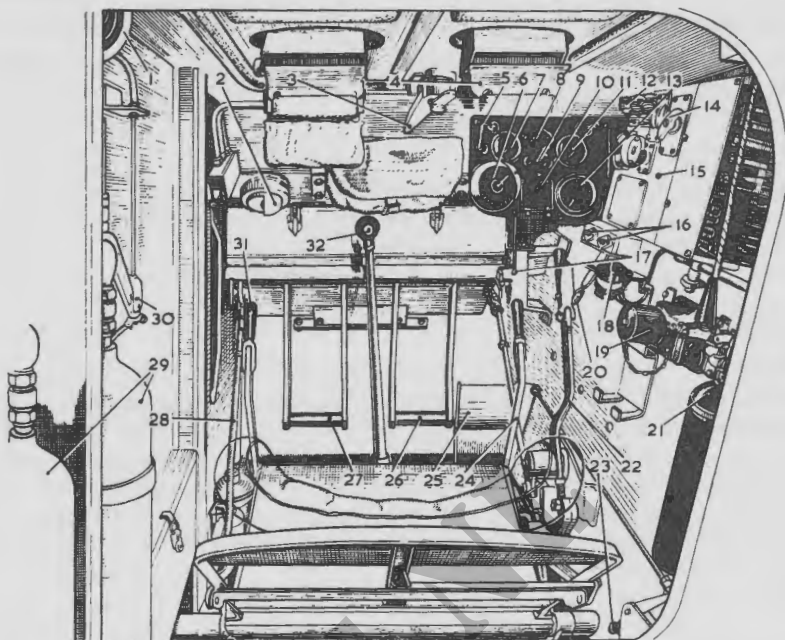

Fig. 27. Chauffeursruimte
Voor de verlichting van de instrumenten, zijn drie lampjes achter het vierkante plaatje op het instrumentenbord van de chauffeur gemonteerd. Het zijn gloeilampjes van 26 V 6 W S (fig 27 nr 10).
**173. Contactdoos voor het starten met behulp van een ander voertuig of met behulp van startbatterijen (fig 27 nr 19)**
instrumentenbord; ze zijn gemerkt „DAY”(DAG) en „NIGHT”(NACHT). De bovenste bedient het witte licht en de onderste het rode (fig 27 nr 5).